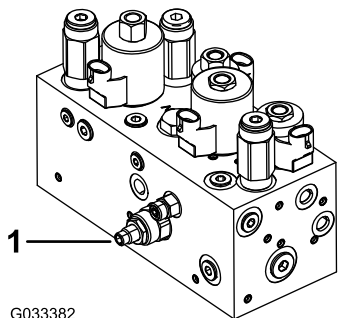

Bild 48
Der Hydraulikkreis zum Heben/Absenken der Schneideinheit besitzt ein Flusssteuerungsventil (Bild 48). Dieses Ventil wird ab Werk um ungefähr drei Umdrehungen geöffnet. Zum Ausgleichen unterschiedlicher Hydrauliköltemperaturen und Mähgeschwindigkeiten usw. müssen Sie dieses Ventil jedoch u. U. einstellen.
1. Klappen Sie den Sitz hoch und finden Sie das Flusssteuerungsventil für den mittleren Zugrahmen (Bild 48), das sich an der Seite des Hydraulikverteilers befindet.